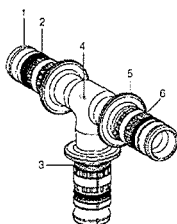

Figure 3 : Raccord à sertir en PVDF
- des raccords en PVDF pour raccordement de plusieurs tubes (coudés, té, manchons) (figure 3).